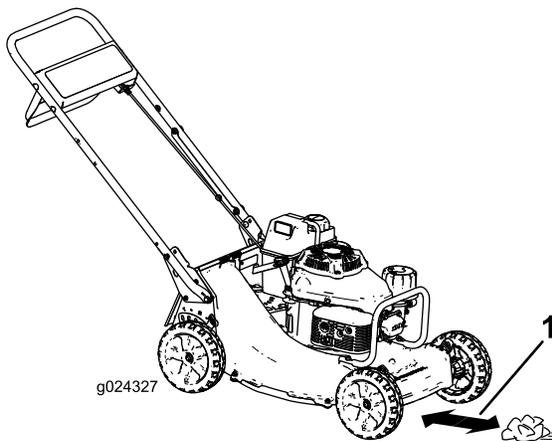

Figura 15
4. Mettete la pallina di giornale davanti alla macchina, a una distanza di 13 cm (Figura 15).